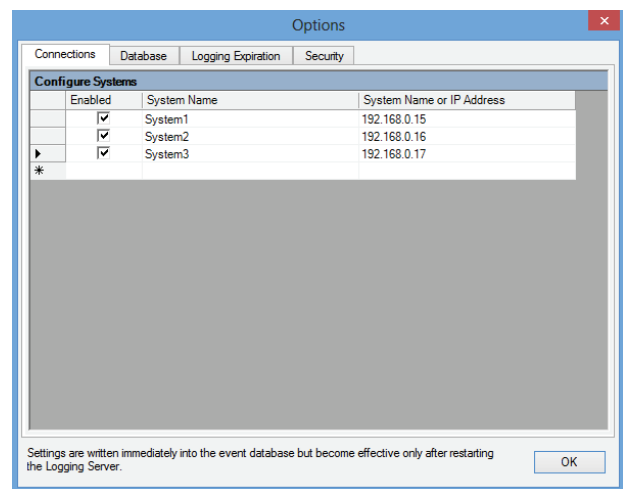

figura 58.10: Eliminar un sistema (2)
- En el teclado del PC en el que se ejecute *Logging Server*, pulse la tecla *Del*. El sistema se eliminará de la lista (consulte figura 58.10 para ver un ejemplo).